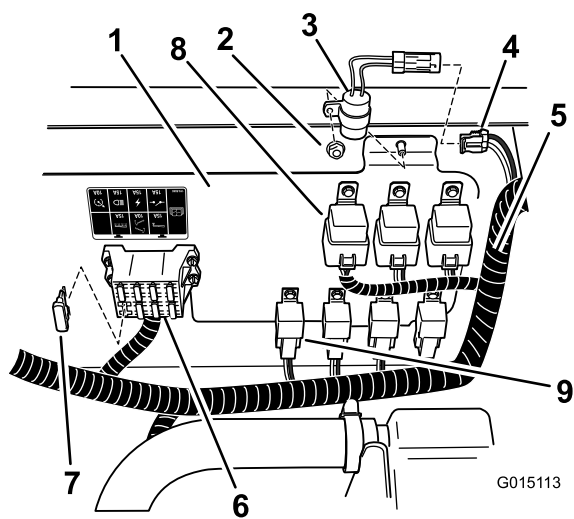
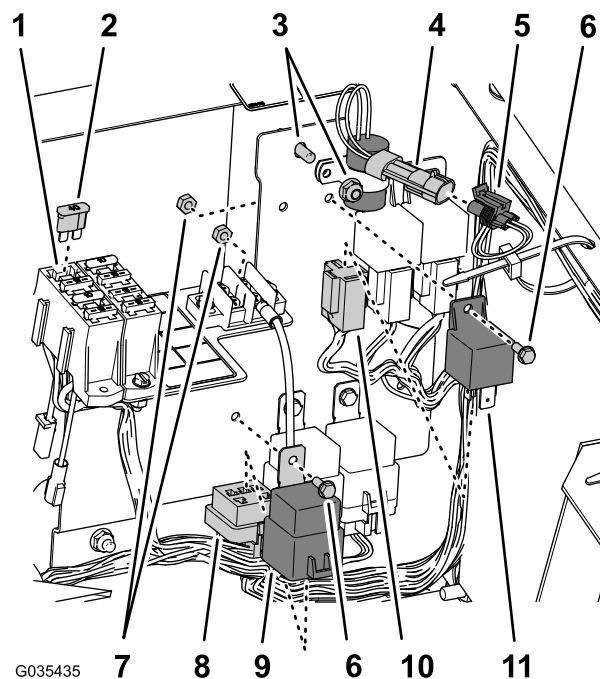
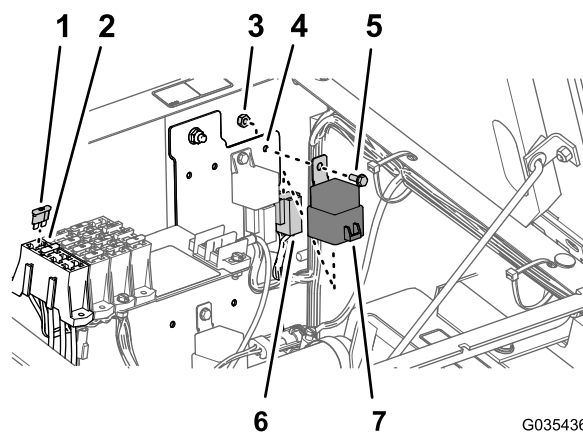

図 26
図 27
図 28
- A. 電装パネルからのロックナットで、遅延タイマーを 図 26 または 図 27 に示す位置に取り付ける。
- B. タイマーを、車両のワイヤハーネスの、Delay Timer というラベルの付いた 2 ソケットコネクタに接続する 図 26 または 図 27。
3. ヒューズブロックの空きスロットに、図 26、図 27または図 28のようにヒューズ40Aを取り付ける。
4. ラインの中に同じようなリレーが複数あるが、その中から、リンス用と電源用のリレーを探し出し、これらをパネルに取り付ける 図 26、図 27または図 28 フランジヘッドボルト #10-24 x 1/2 インチ2本とロックナット #10-242 個を使用する。
5. メインハーネスの中から、4ソケットコネクタと5ソケットコネクタを探し出し、これらを、図 26、図 27または図 28のようにリレー4ピンと電源リレーピンに接続する。